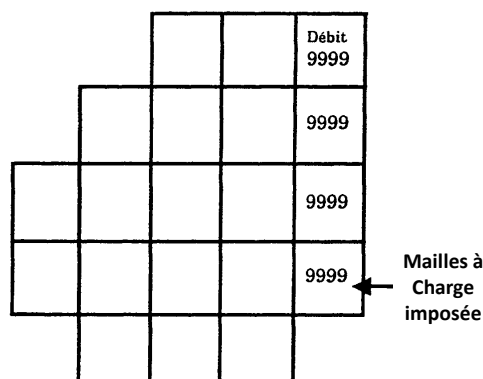

Figure 80 - Limite à charge hydraulique imposée (définie par des débits = 9999).
- Une valeur égale à 9999 => Impose la charge hydraulique dans la maille (Figure 80).